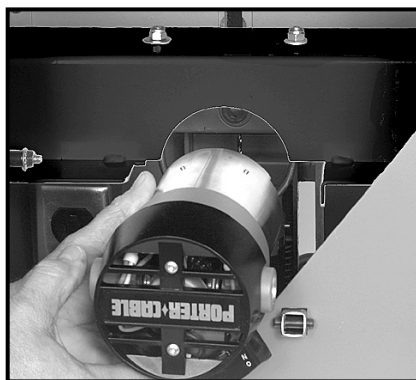

Fig. 13
2. Orientez le moteur comme illustré à la Fig. 13, et insérez dans la pince. Calez le moteur dans le support de montage : le boîtier supérieur (A) Fig. 14, du moteur doit toucher le support de montage (B) Fig. 14.